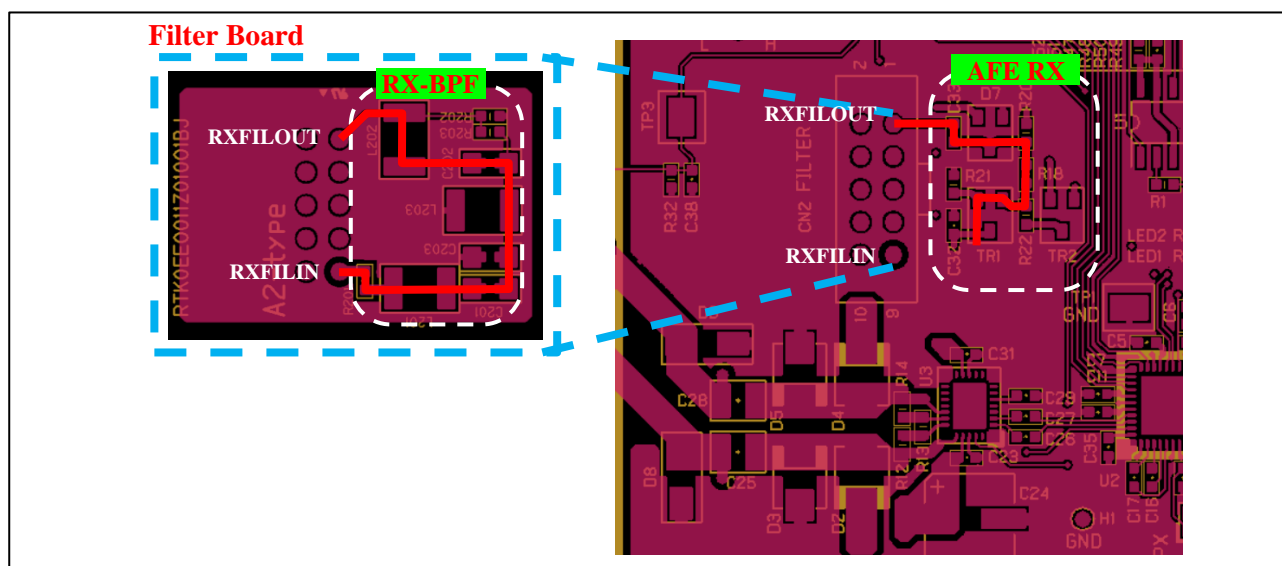
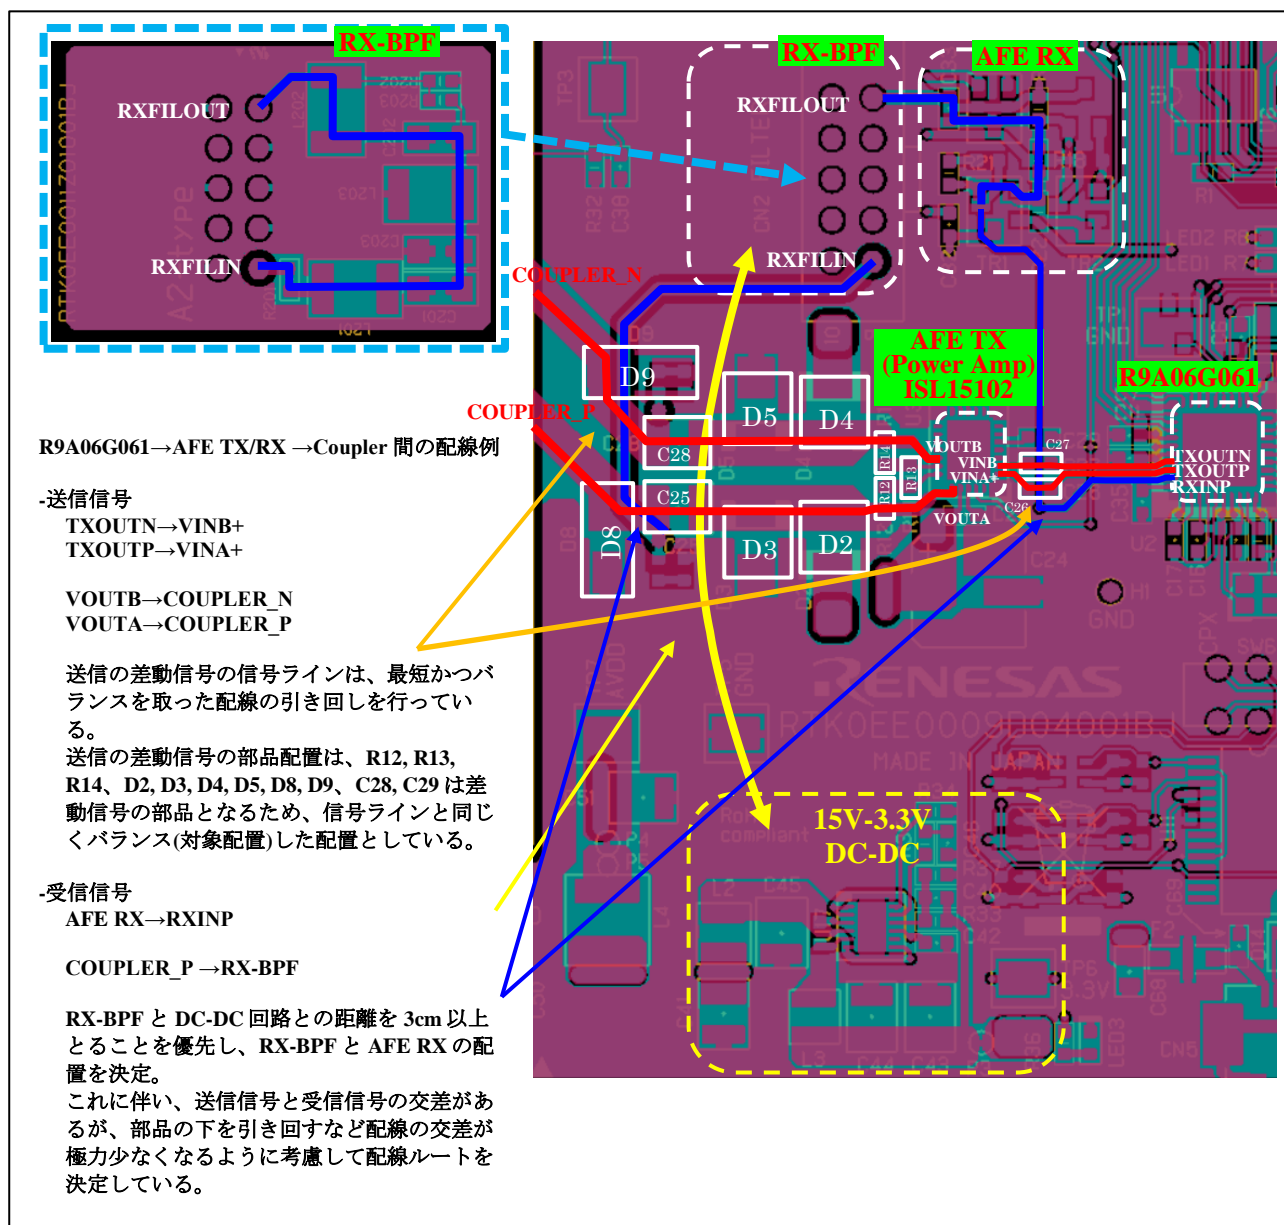

Figure 2-5 RX-BPF の配置例
Figure 2-8 R9A06G061→AFE TX(ISL15102)/RX →Coupler 間の送信・受信信号ラインの引き回し例
- RX-BPF は、特にノイズを受け易い為、部品はバラバラに配置せず極力配線を短くして 1 か所にまとめて、電源回路と 3cm 以上距離を離してください。距離が 3cm 以上確保できない場合は電源回路を裏面(RX-BPF と別層)へ配置してください。(例を Figure 2-5, Figure 2-8, Figure 3-3 に示します)
- R9A06G061→AFE TX(ISL15102)→PLC Coupler 間の送信信号ラインは、差動信号となる為、可能な限り最短かつバランスを考慮した部品配置及び配線にしてください。(接続例を Figure 2-8 に示します)
- PLC Coupler →AFE RX→R9A06G061 間の受信信号ラインは可能な限り最短の配線にしてください。但し、電源回路との干渉のリスクがある場合は、電源回路と距離を優先してください。(接続例を Figure 2-8 に示します)